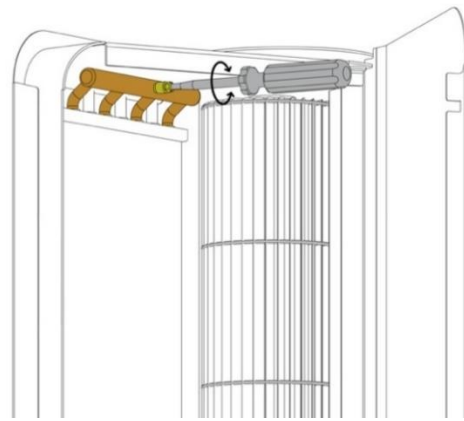

РИС. 17.2 ВСТРОЕННЫЙ КЛАПАН.
1. Рекомендуется использовать воздухоотводчики в самой высокой точке установки. Для вертикальной установки устройства, вентиляция должна осуществляться с помощью встроенного клапана (рис. 17.2), при этом защищая другие элементы устройства от затопления.